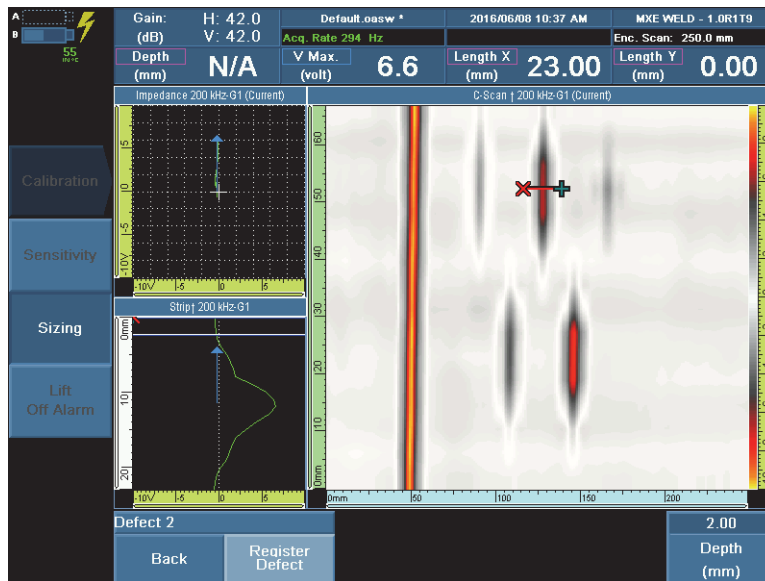

Figure 4-4 Positionnement des curseurs pour enregistrer le défaut (défaut d'une profondeur de 2 mm illustré)
6. Placez les curseurs autour du défaut d'une profondeur de 0,5 mm, et puis appuyez sur la touche F8 pour enregistrer le défaut (voir la Figure 4-4 à la page 51).